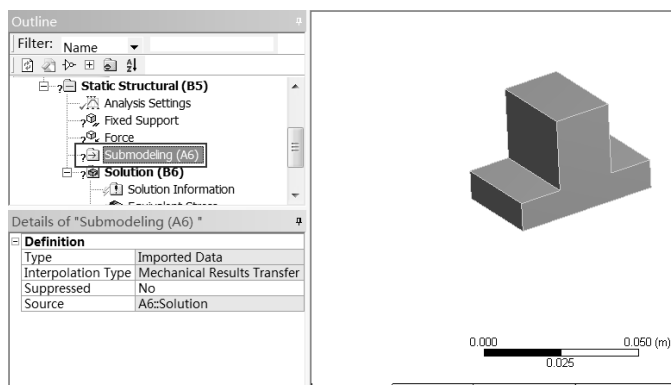

图 5-193 子模型激励
Step6：双击 B4 进入到 Mechanical 平台，此时在 Mechanical 平台中出现如图 5-193 所示命令，此命令表示可以添加子模型激励。